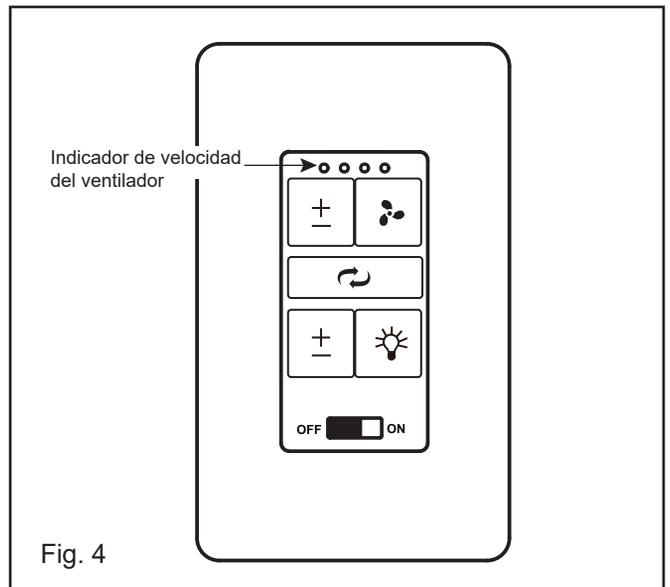

Fig. 4
2. OPERACIÓN DEL CONTROL DE PARED (Fig. 4 y 5):